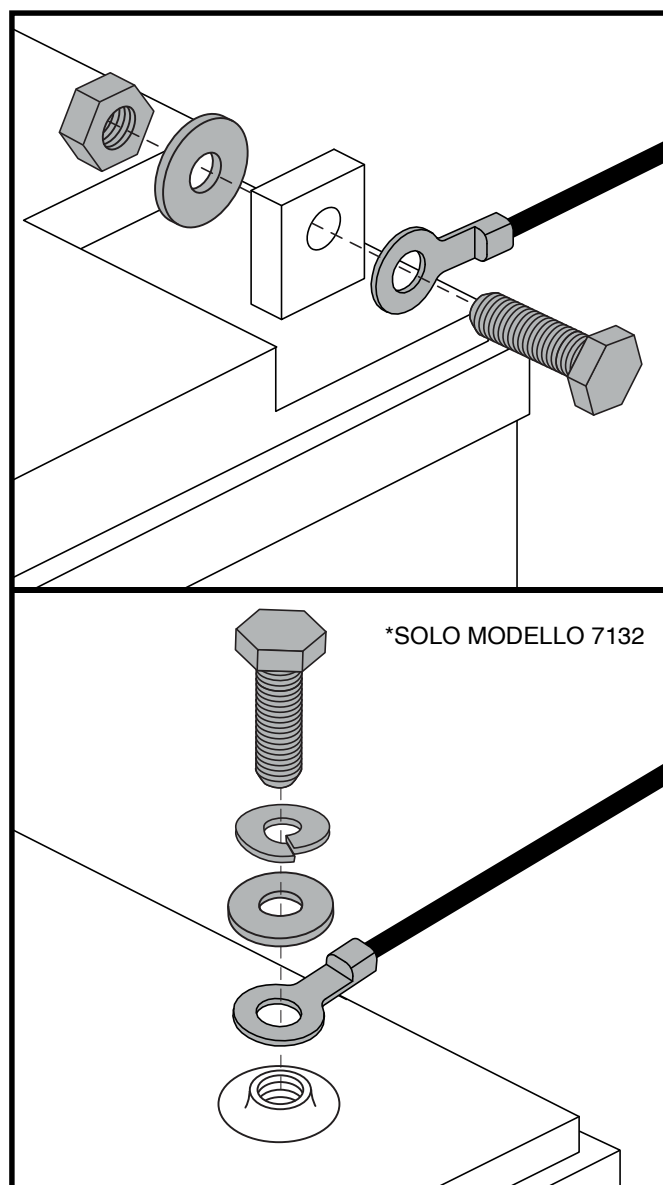

Figura 16. Bulloneria terminale batteria
4. Scollegare i cavi delle batterie dai terminali portando indietro gli involucri dei terminali e svitando il dado dal bullone. **Vedere figura 16.**
AVVERTIMENTO! Di fronte a una situazione di emergenza, le batterie possono essere scollegate rapidamente tirando **IN AVANTI** la fascetta di scollegamento della batteria di emergenza. Fai attenzione. Tenere presente che l'interruzione dell'alimentazione allo scooter può causare l'arresto improvviso dello scooter. Per rilasciare l'arresto di emergenza e ripristinare la capacità di guida dello scooter, rimuovere il sedile e la copertura della batteria e ricollegare il connettore della batteria come mostrato nella Figura 16.